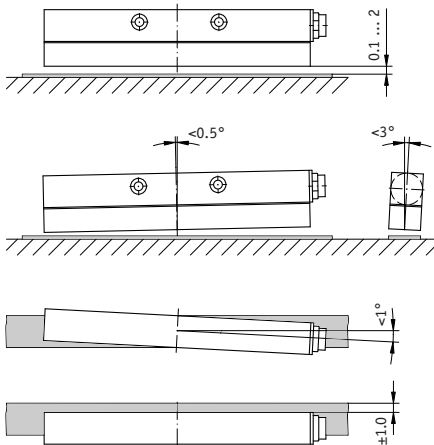

Abb. 7: Montagetoleranzen
**Achtung!** Beachten Sie bei der Montage des Sensors oder des Magnetbandes die richtige Ausrichtung beider Systemkomponenten zueinander und Einhaltung der Montagetoleranzen (siehe auch Abb.7).
Die Lage des Sensors zum Magnetband ist genau definiert. Bei der Montage ist insbesondere zu beachten, dass über die gesamte Messstrecke zwischen Band und Sensor ein Luftspalt eingehalten wird, unabhängig ob das Band oder der Sensor bewegt werden (Abb. 7).
Innerhalb der angegebenen Lageabweichung Abb. 7 ist der Messfehler vernachlässigbar.